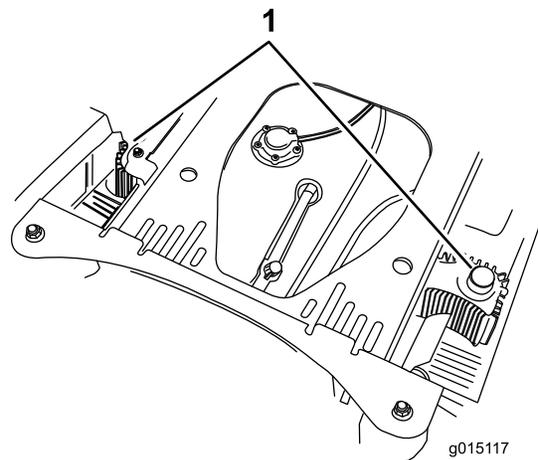

Figure 84
4. Débarrassez les carénages de l'unité hydraulique de l'herbe et des débris accumulés dessus (Figure 84).